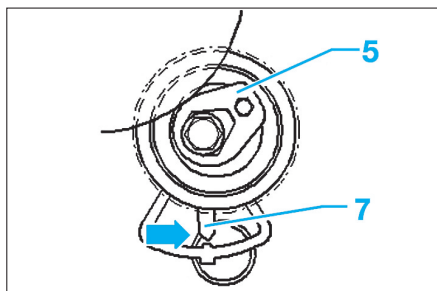

Fig. 10
- Serrer la vis de fixation à la main. L'ergot de l'embase (6) doit s'engager dans l'alésage aménagé sur la culasse.
- Tendre ensuite la courroie crantée en tournant le galet-tendeur dans le sens antihoraire à l'aide d'un six pans creux (5) jusqu'à ce que le taquet (7) se positionne au-dessus de l'ergot de l'embase dans la fenêtre de marquage (flèche) (Fig.10).